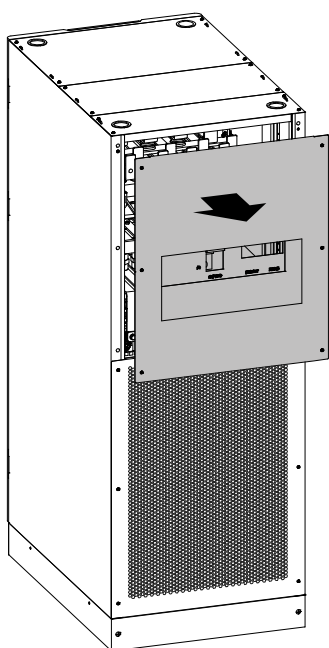

Figure3-22 Rimuovere la piastra di copertura del cablaggio superiore posteriore
Step 1 Rimuovere la piastra di copertura del cablaggio superiore posteriore, come mostrato in Figure3-22.